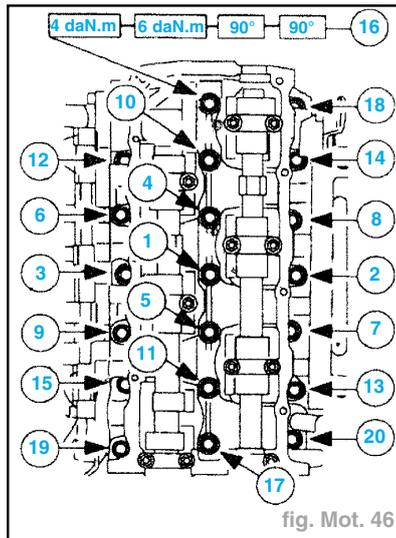

fig. Mot. 46
- serrer les vis de culasse en quatre passes dans l'ordre indiqué (fig. Mot. 46) :